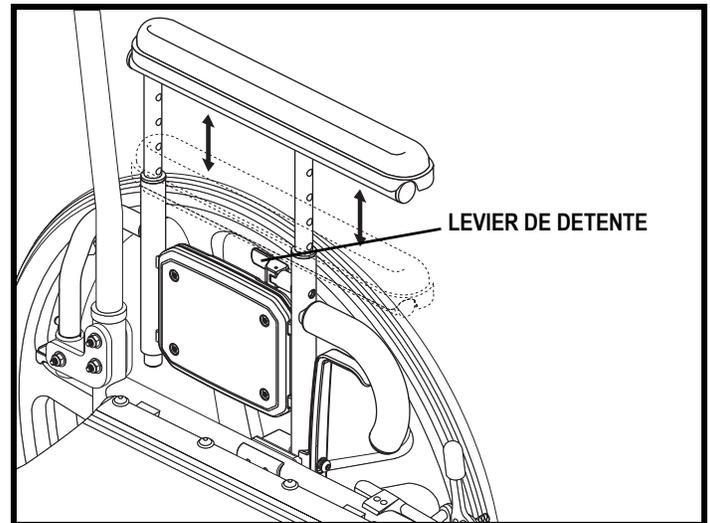

Figure 37. Réglage des accoudoirs à double support
1. Pivotez le levier situé sur l'accoudoir dans un sens ou l'autre. **Voir la figure 37.**